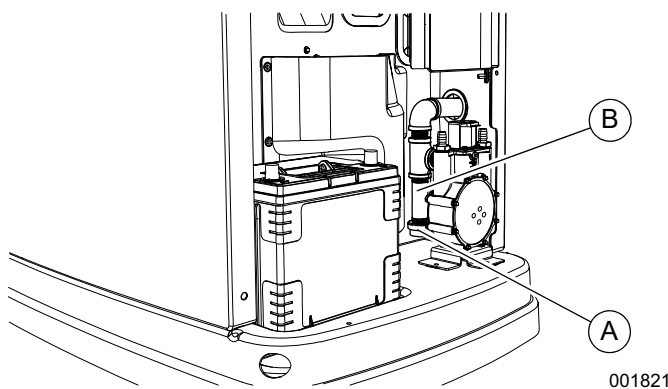

Figure 4-11. Nettoyer le piège à sédiments
3. Voir Figure 4-11. Dévisser et retirer le bouchon (A).